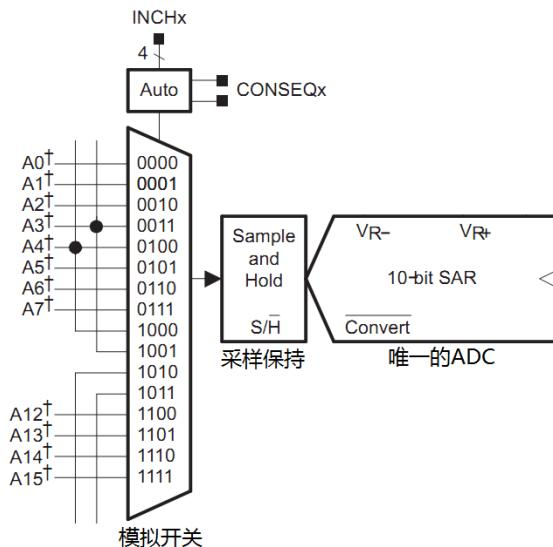

图 18.15 MSP430 单片机集成的 ADC10 模块局部
- 2) 如图 18.15 所示, 大多数多通道 ADC 都是多通道分时复用的结构, 其内部实际只有一个 ADC, 依靠增加模拟开关的方法轮流使用 ADC, 所以弄出 10 个 8 个通道来毫无压力。